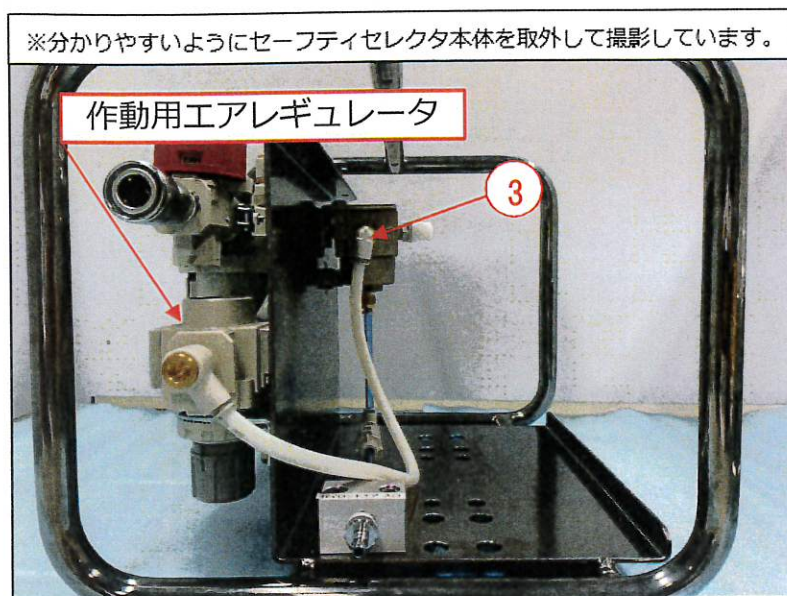

図5-3 チューブの接続 (エアレギュレータ-エルボユニオン間)
4. 作動用エアレギュレータに組付いているチューブを、**[3]** エルボユニオンに取付けてください。(図5-3参照)